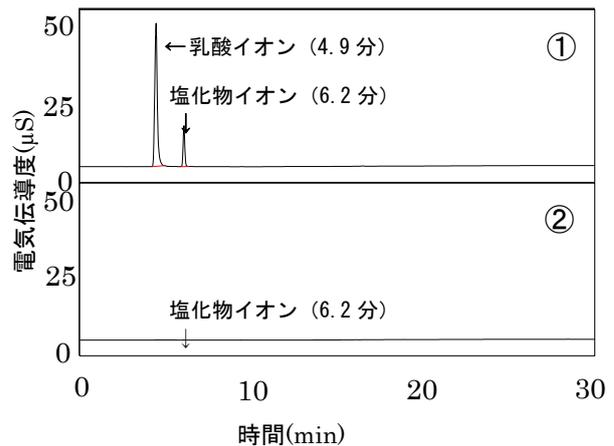

図2 2種類のエタノール消毒剤の分析例
2種類のエタノール消毒剤(①、②)を分析した結果を図2に示します。なお、今回の分析条件では塩化物イオンは6.2分に検出されます。